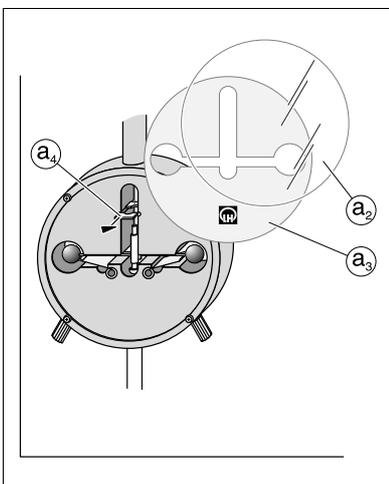

Fig. 8.2
- Schraube (a1) entfernen; danach die anderen Schrauben, welche die Glasplatte fixieren, lockern, bis die Platte entfernt werden kann (Fig. 8.2).
- Remove screw (a1); subsequently loosen the other screws fixing the glass plate until it can be removed (Fig. 8.2).